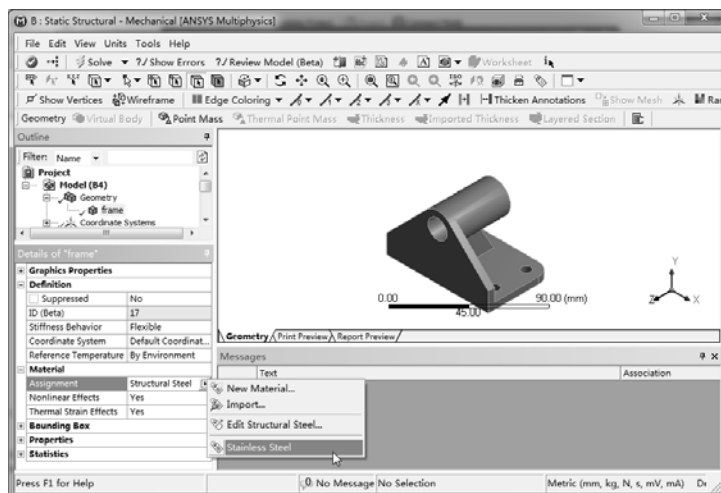

图 5-72 设置工件材料
3) 在窗口左侧【Outline (分析树)】中选择【Geometry】节点下的【bracket】选项，此时在【Details of “bracket” (参数列表)】显示模型参数。单击【Material】节点下的【Assignment】选项，然后单击  按钮，选择【Stainless Steel】，将材料设置为不锈钢，如图 5-72 所示。